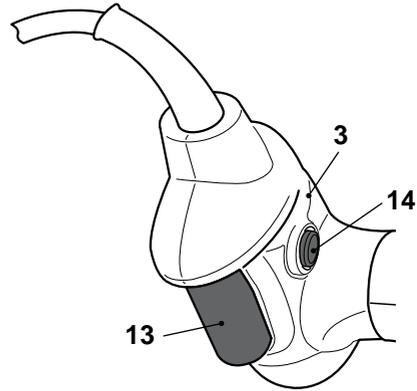

Fig. 15
- > Appuyez sur le bouton marche/arrêt [13] pour mettre le produit en marche le produit (Fig. 15).